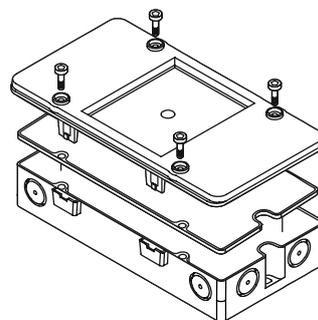

Рис. 3.3.3
5. Дополнительно закрепите крышку четырьмя винтами (рис. 3.3.3). (Только в этом случае гарантируется защита категории IP.)